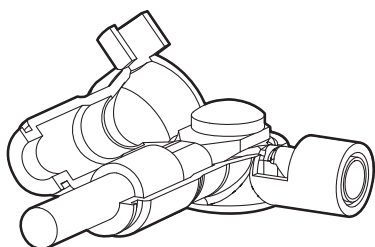

Fig. 2
5. inserire il cavo di potenza fissato all'adattatore nel rispettivo copri connettore (vedi Fig. 2);
5. insert the power cable fastened to the adapter in the corresponding connector cover (see Fig. 2);